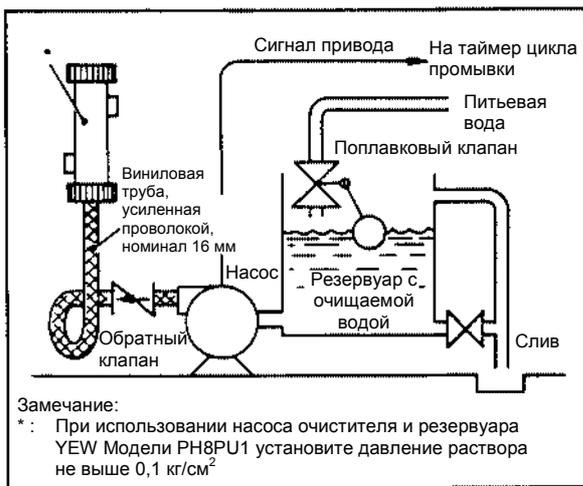

Рисунок 2-13. Соединение труб для питьевой воды при использовании обычного щеточного / струйного очистителя
- (3) Пример соединения труб для питьевой воды (Смотрите Рисунок 2-13).